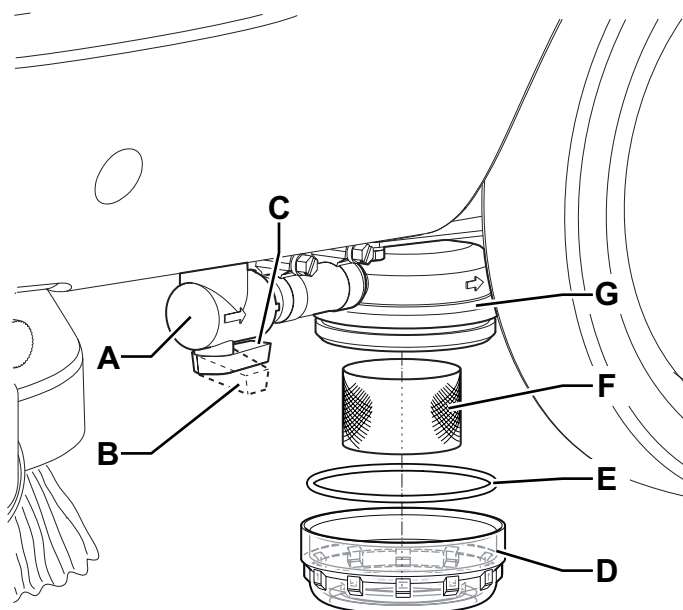

Figure 9
2. Contrôler que les interrupteurs (62) et (63) sont en position « 0 ».
3. Fermer le robinet de la solution (A, Fig. 9) situé dessous la machine, devant la roue arrière gauche. Le robinet (A) est fermé quand il se trouve dans la position (B) par rapport aux tuyaux ; il est ouvert quand il se trouve dans la position (C).
4. Retirer le couvercle transparent (D) avec le joint d'étanchéité (E), puis retirer le filet filtrant (F). Les nettoyer et les reposer sur le support (G).